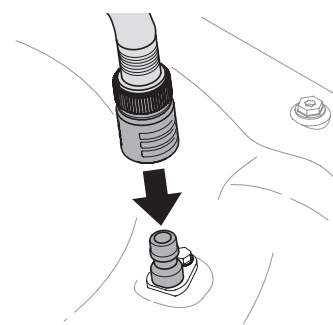

Figura 13
3. Una la manguera con el pico de lavado al puerto de agua que se encuentra en la superficie de la plataforma. Consulte la Figura 13.